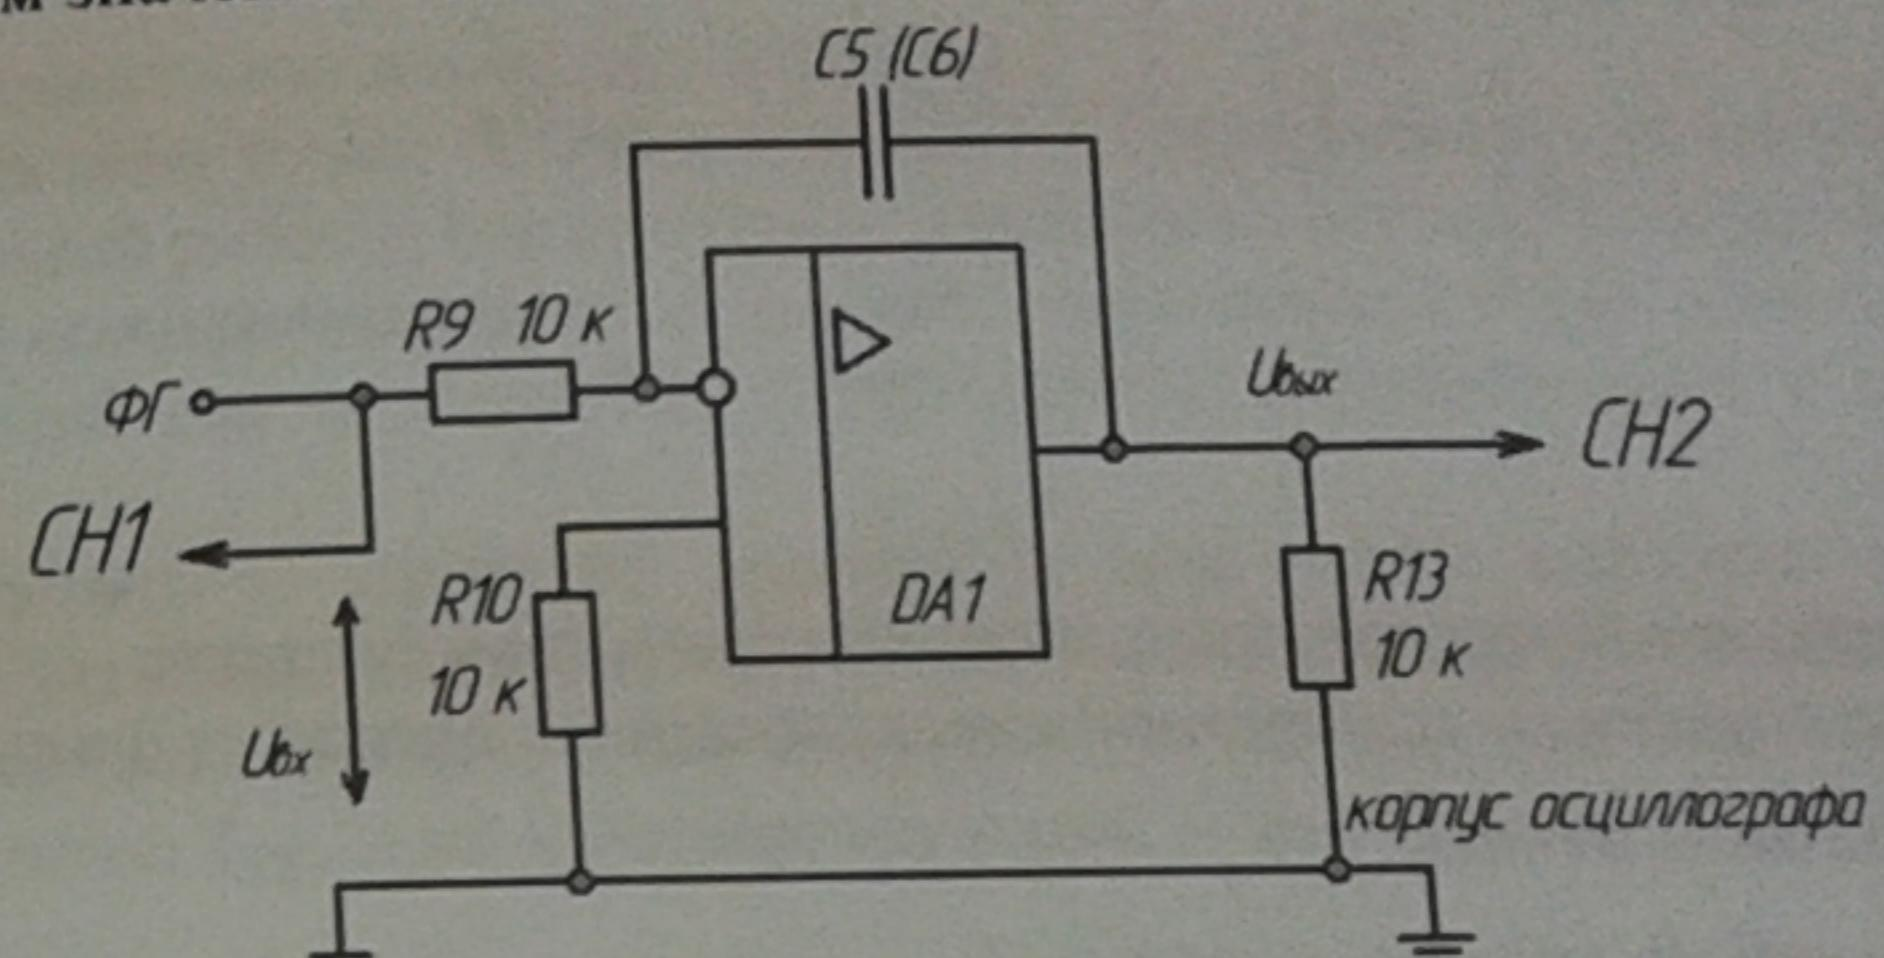

Рис. 2.
- собрать схему интегратора согласно рис. 2, установить заданное преподавателем значение емкости  $C$ ;